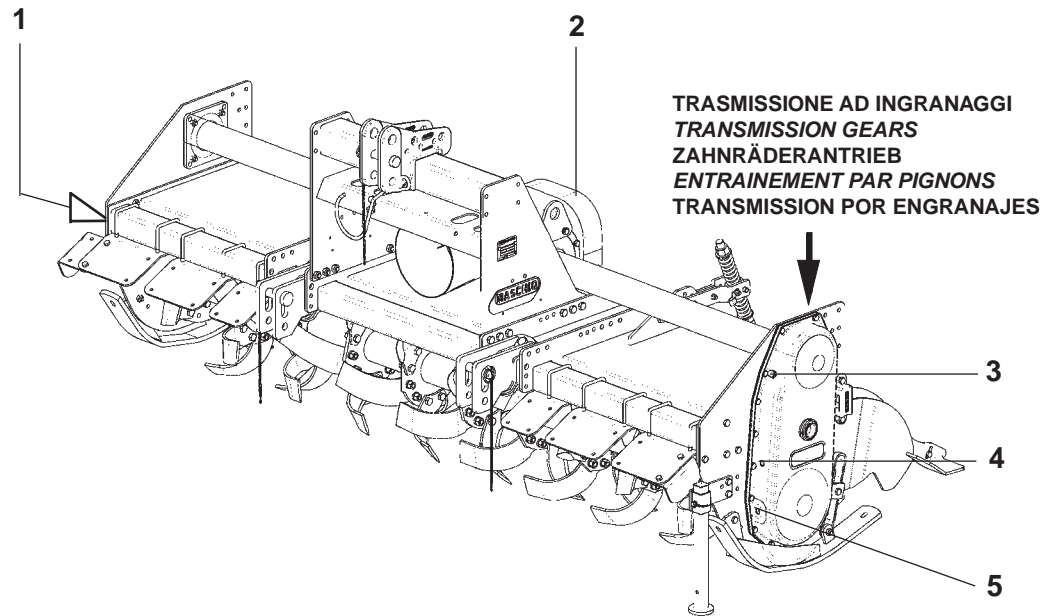

Fig. 33
(4 Fig. 33).
33) et par le bouchon de vidange de la transmission (4 Fig. 33).